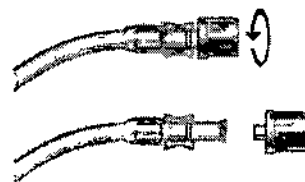

Fig 6. Cómo retirar el tapón Luer-Lock de plástico
6. Retire el tapón Luer-Lock de plástico del extremo más lejano del tubo del cassette del calentador (el más cercano al carril guía) girando el tapón en sentido contrario a las agujas del reloj, tal y como se muestra en la Fig. 6.